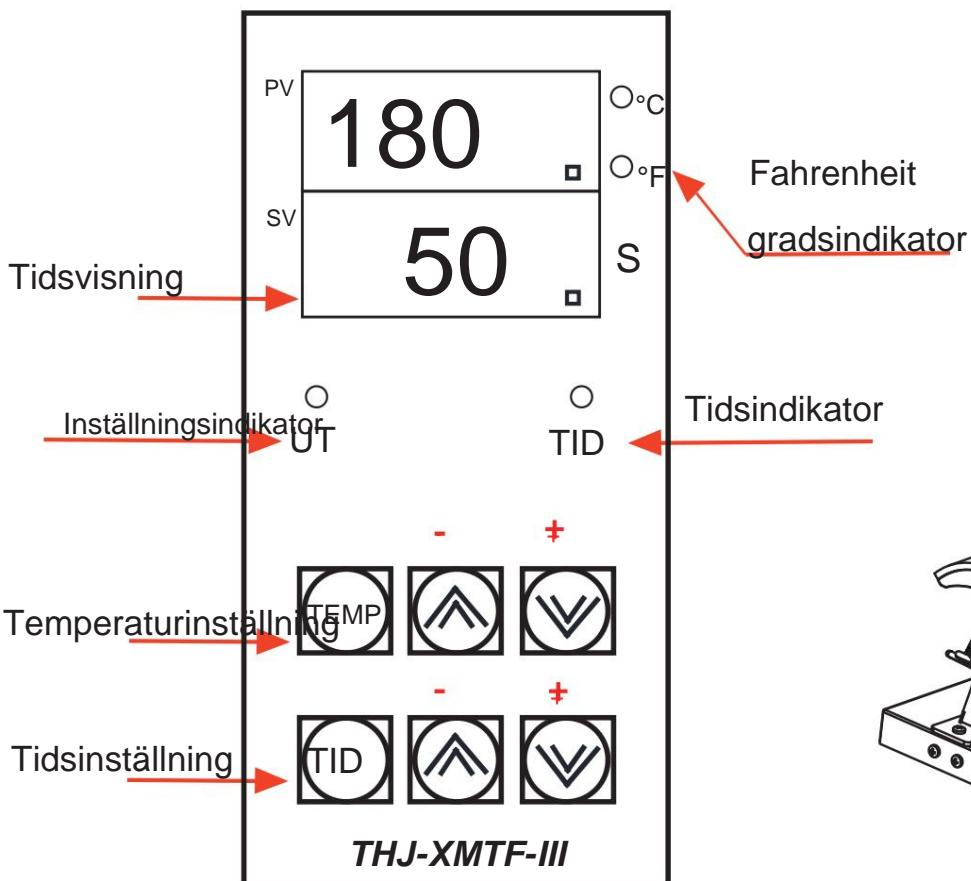
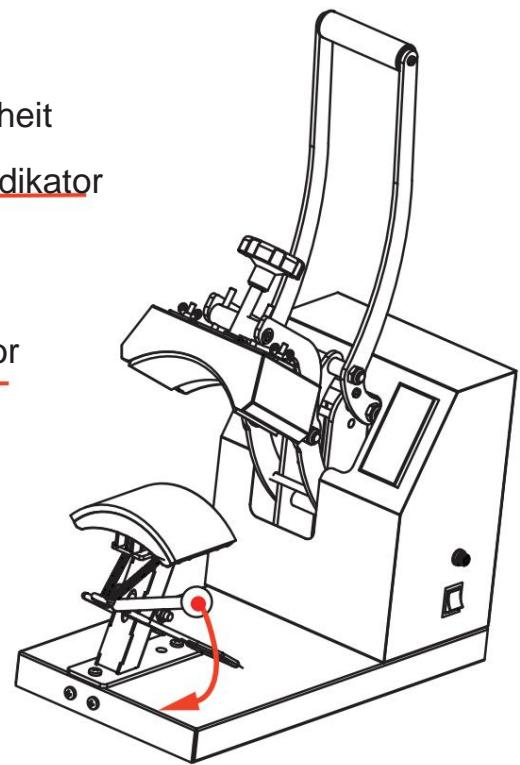

Figur 1
Figur 2
1. Ta bort paketet och buntbanden, lyft tryckhandtaget, som visas i figur 1. Vrid "justeringshandhjulet" till ett lämpligt tryckläge, som visas i figur 2.
2. Anslut maskinen till strömförsörjningen, slå på "strömbrytaren", som visas i figur 1. (märkspänning: V, märkeffekt: W)